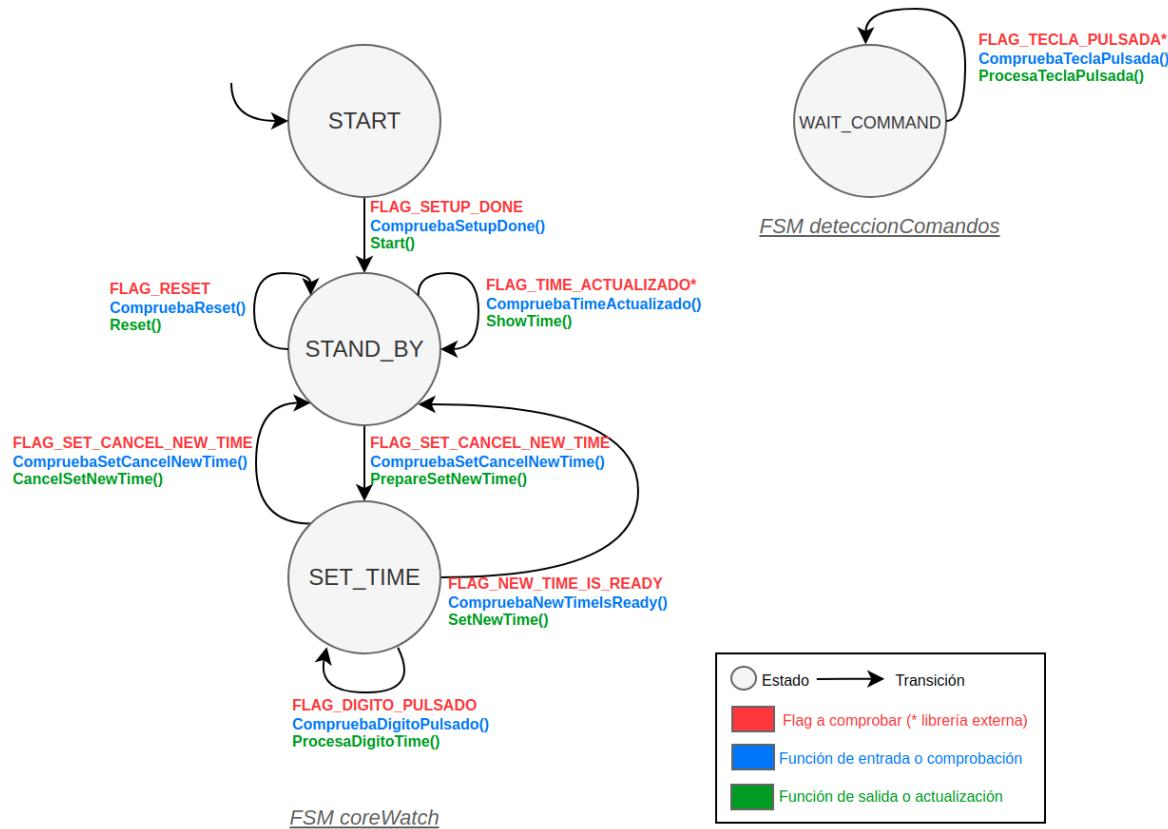

Figura 4.1: Máquinas de estados del sistema.
En esta sección se muestra el esquema general del sistema y los diagramas de estados de sus FSMs. Cuando acabe la versión 2 del sistema, el *Core Watch* estará implementando la máquina de estados *FSM coreWatch* de la Figura 4.1.
2. Seguidamente, definamos las etiquetas de los *flags* del sistema en la sección dedicada a *// FLAGS FSM DEL SISTEMA CORE WATCH*. Son los 6 de la *FSM coreWatch* de la Figura 4.1: `FLAG_SETUP_DONE`, `FLAG_RESET...` Deles valores adecuados ( repase los puntos 1 y 2 del capítulo recomendado: “4. Introducción a las maquinas de estados en C para Raspberry Pi” si no recuerda cómo).